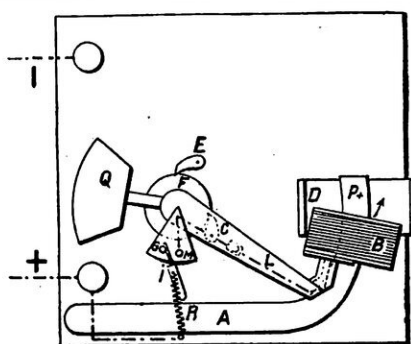

FIG. 18. — REMONTOIR ÉLECTRIQUE SYSTÈME PAUL GARNIER
Un champ magnétique fourni par un aimant à branches parallèles dont la branche antérieure *A* est très nettement visible sur notre dessin (fig. 18) est concentré et régularisé au pôle positif par l'anneau *D*.
*Les mouvements du secteur S amènent la pièce i jusqu'à la position II, qui est une position d'équilibre instable; arrivée là, si le mouvement continue, la pièce i bascule (III). Ces basculages sont utilisés pour établir et couper le courant dans la bobine B. (Voir la fig. 18.)*